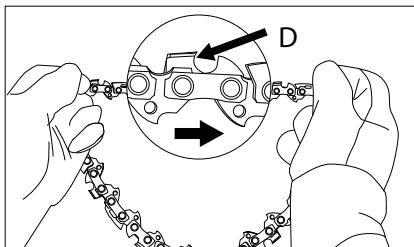

Fig. 7
5. Asezați lantul ferăstrăului în santul situat în jurul sinei, asigurati-vă ca direcția ghearelor de taiere (D) se potrivește cu marcajul de pe corpul ferăstrăului (Fig. 7).